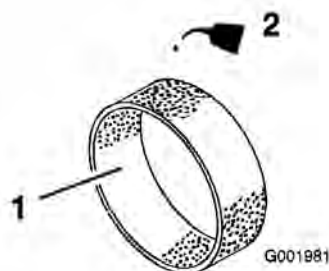

Figura 44
4. Coloque uma ou duas onças de óleo no filtro (Figura 44).